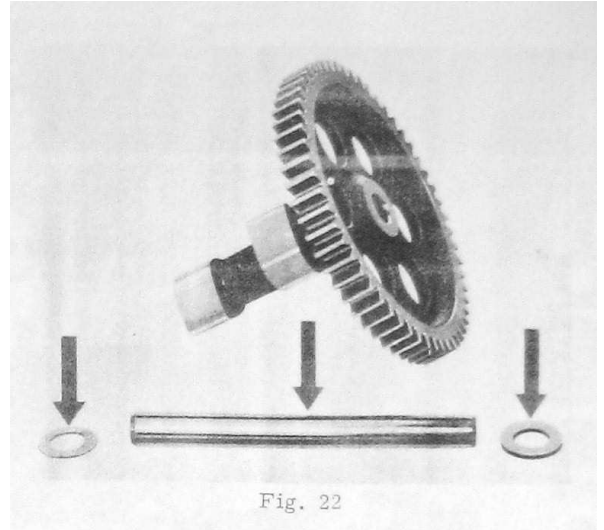

Fig. 22
1. Nockenwellennachse (Fig. 22, Mitte) mit einem Montagedorn aus dem Zylinderblock schlagen.
2. Nockenwelle, Anlaufscheibe (1 mm) Fig. 22, rechts) und Ausgleichsscheiben (Fig. 22, links) aus dem Gehäuse entfernen.
1. Tap camshaft out of the cylinder block using a mandrel (Fig. 22, centre).
2. Remove camshaft, thrust washer (1 mm) (Fig. 22, right) and compensating washers (Fig. 22, left) from housing.